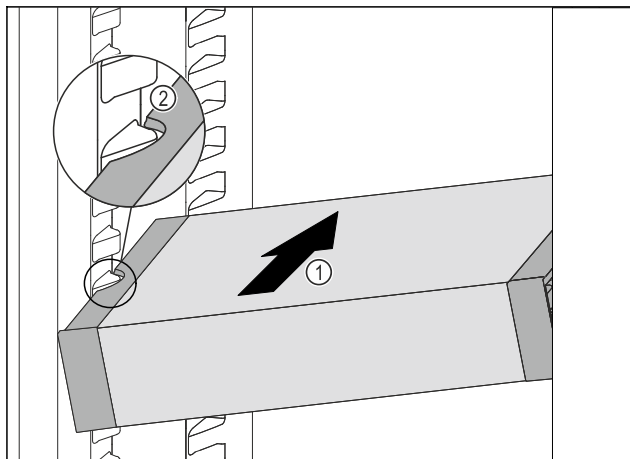

Fig. 125
- Împingeți VarioSafe oblic în frigider Fig. 125 (1), până când degajările laterale Fig. 125 (2) ale VarioSafese află la înălțimea nervurii recipientului din frigider.